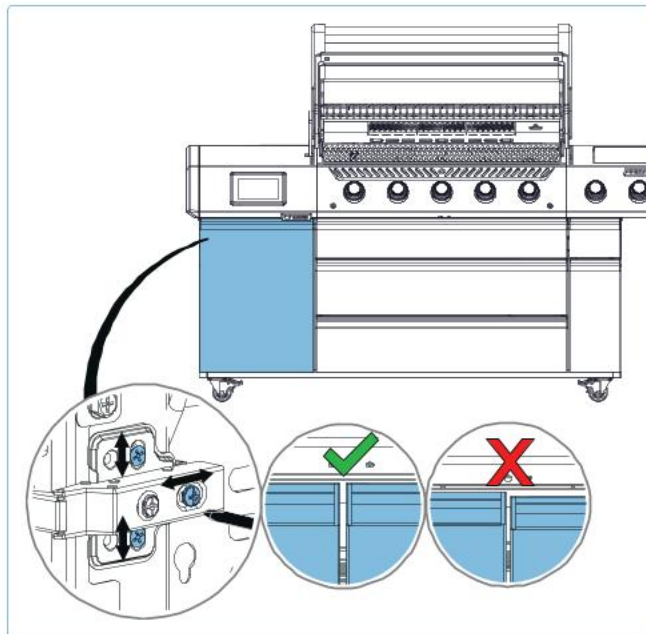

Abb. 21
1. Lokalisieren Sie die Einstellhalterung oben an der Tür (**Abb. 21**).
4. Stellen Sie die Scharnierschrauben so ein, dass die Schranktüren auf gleicher Höhe sind (**Abb. 21**).